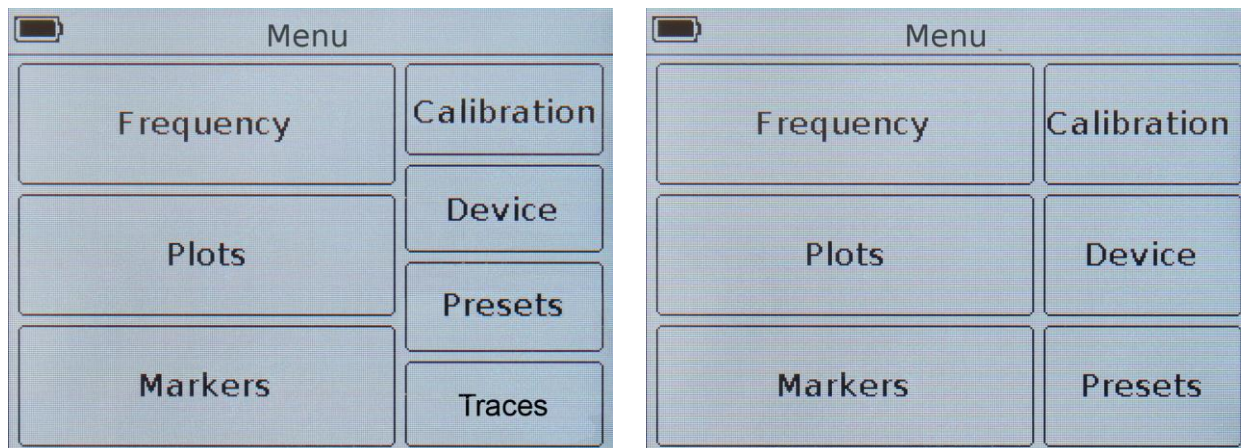

Рисунок 9.1 – Главное меню приборов ARINST VR 1-6200 и ARINST VR 23-6200
9.2.1. Для установки частотного задания войдите в главное меню прибора (Рисунок 9.1), нажав кнопку (12) «**MENU**». Войдите в раздел **Frequency**. На экране появится меню, как на рисунке 9.2.
9.3.1. Для выбора отображаемых на экране прибора графиков, и настройки отображаемых на этих графиках параметров, войдите в главное меню прибора (Рисунок 9.1), нажав кнопку (12) «**MENU**». Войдите в раздел **Plots**. На экране появится меню, как на рисунке 9.7.
9.4.1. Войдите в главное меню прибора (Рисунок 9.1), нажав кнопку (12) «**MENU**». Войдите в раздел **Markers**. На экране появится меню, как на рисунке 9.8.